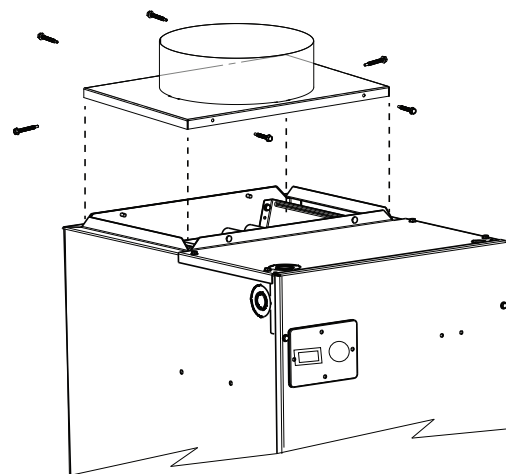

Fig. 3 – Installation type de la transition du conduit
10. Utilisez les vis fournies pour fixer la plaque de transition de conduit rond ou ovale au sommet de l'appareil (Fig. 3). Un diffuseur d'air en option (KFADG0101SML/LRG) est également disponible, avec ses propres instructions d'installation.